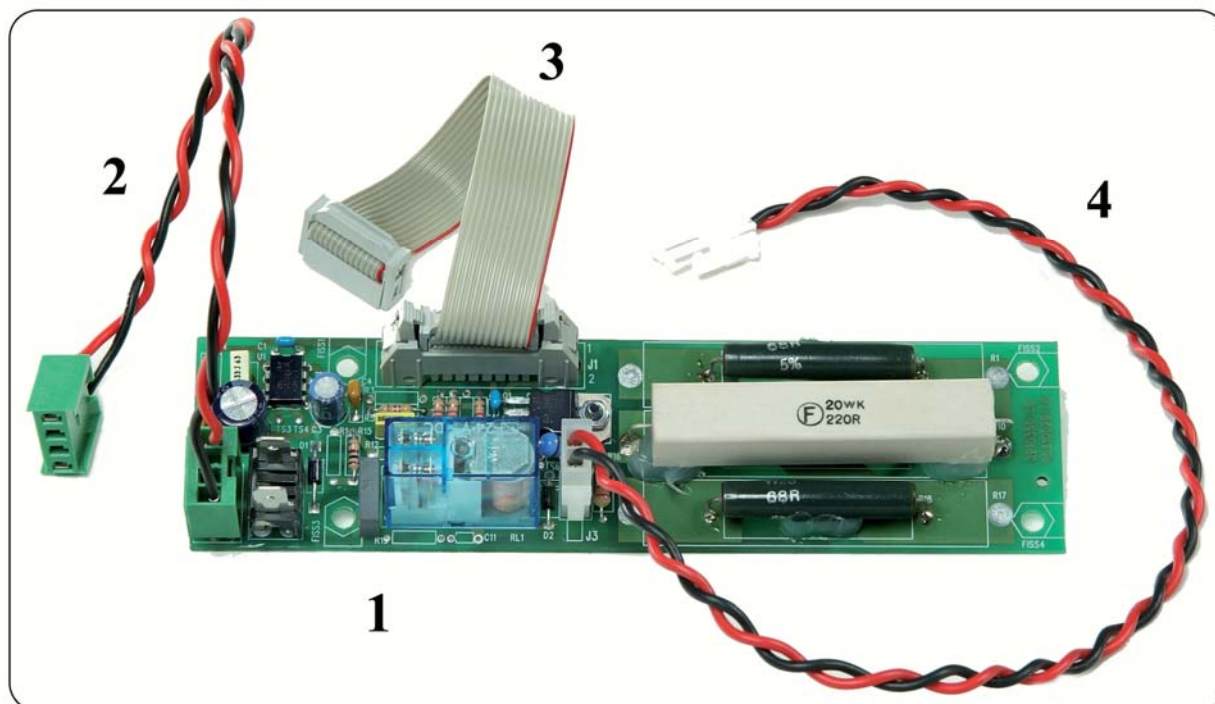
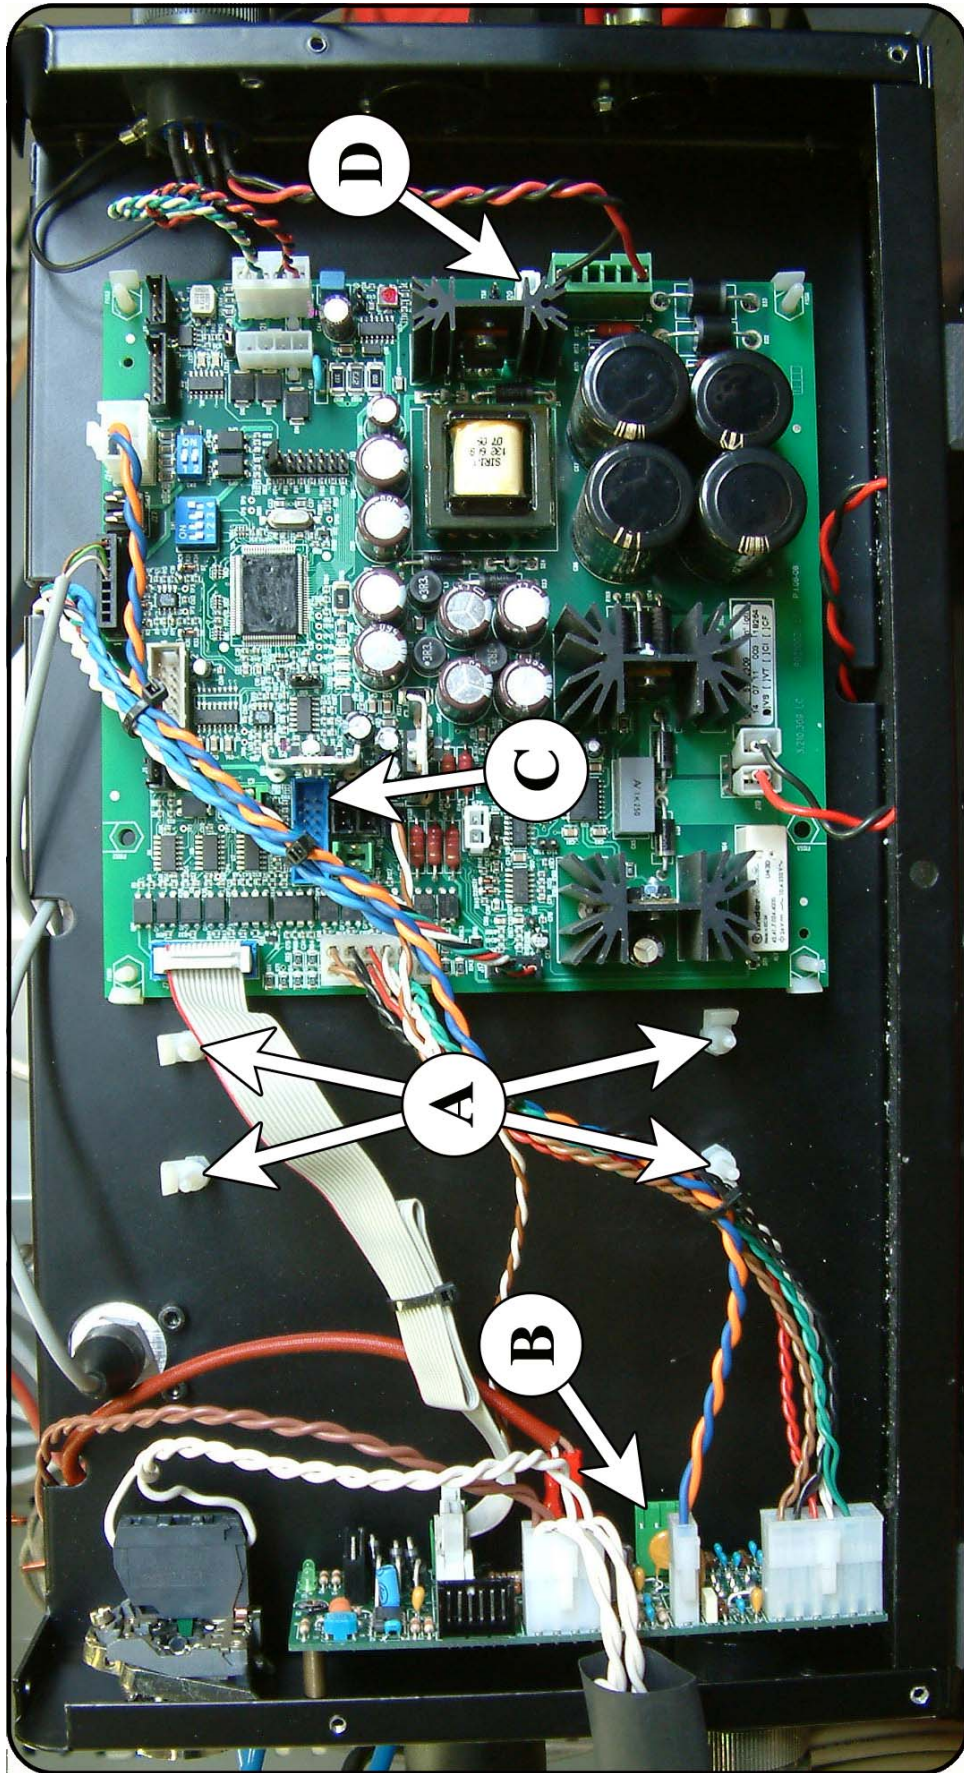

fig. 1
fig. 2
- Insert the 5602311 Push-Pull board on the plastic supports **A** provided (fig. 2).
- Connect the free ends of cables **2**, **3** and **4** (fig. 1) to the connectors **B**, **C** and **D** of the Control Motor and Connector boards, as shown in fig. 2.
El Kit Circuito Push-Pull 42 V está compuesto por los elementos visibles en la fig. 1.
- Insertar la tarjeta Push-Pull 5602311 en los correspondientes soportes plástico **A** (fig. 2).
- Conectar las extremidades libres de los cables **2**, **3** y **4** (fig. 1) a los conectores **B**, **C** y **D** de las tarjetas Control Motor y Conector, como se indica en fig. 2.